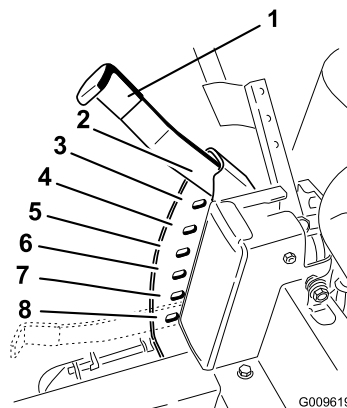

Figura 18
1. Alzate la leva dell'altezza di taglio in posizione di trasferimento, posizione dell'altezza di taglio **G** (115 mm) (Figura 18).